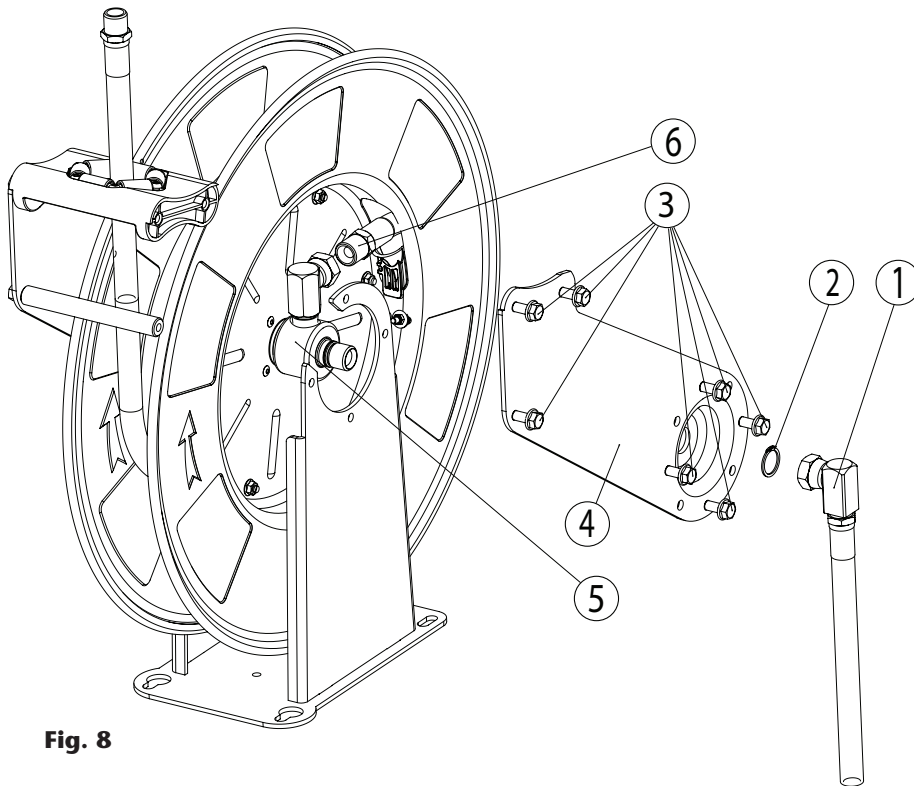
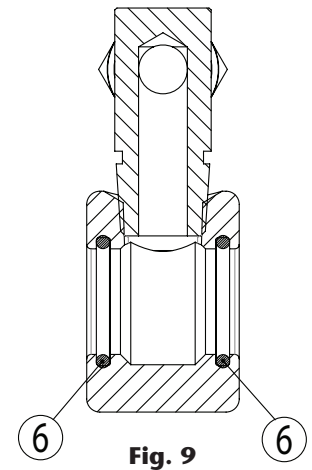

Fig. 8
Fig. 9
1. Desconecte la manguera de la rótula (6) (fig. 8).
2. Desconecte la manguera de acometida aflojando el racor de acometida (1) (fig. 8), y retire el circlip de seguridad (2) (fig. 8).
3. Desenrosque los tornillos (3) (fig. 8), lo que permitirá desmontar el brazo superior del enrollador (4).
4. Saque el conjunto rótula (5) (fig. 8) y sustituya las juntas (6) (fig. 9).
5. Desmonte el brazo (4) (fig. 8), para ello retire el circlip de seguridad (2) (fig. 8) y Desenrosque los tornillos (3) (fig. 8).